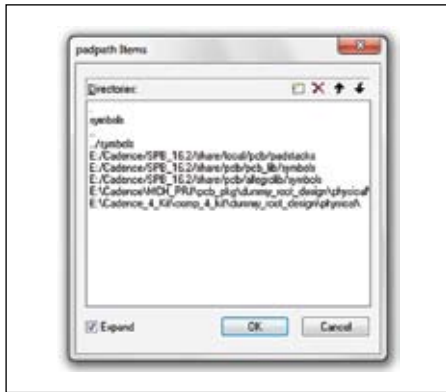

Рис. 24. Полученная конфигурация параметра padpath
- В открывшемся окне **padpath Items** установить флаг **Expand** и добавить новую запись, содержащую путь к папке **... \comp_4_kit\dummy_root_design\physical**, доступной из рабочей папки (**Cadence_4_Kit**). В нашем примере получается конфигурация, показанная на рис. 24.